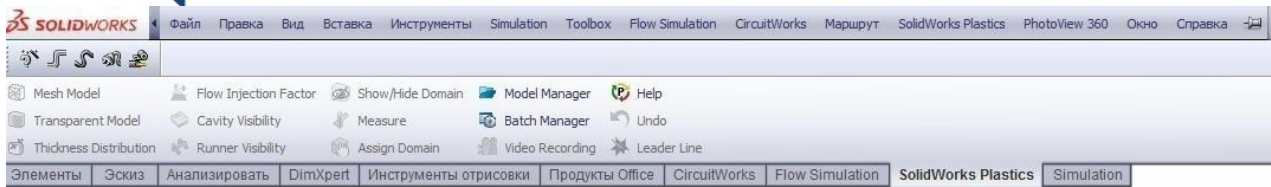

Рисунок 1.2 - Верхнє меню SolidWorks
Під час побудови нової тривимірної моделі деталі в **Дереві побудови** за замовчуванням присутні такі графічні елементи (рис. 1.2):
**Верхнє меню** містить команди SolidWorks у повному обсязі (рис. 1.2). Верхнє меню з'являється на екрані при наведенні курсору миші на напис SolidWorks у лівому верхньому кутку екрана. За відсутності команди на панелі інструментів її завжди можна знайти через верхнє меню.